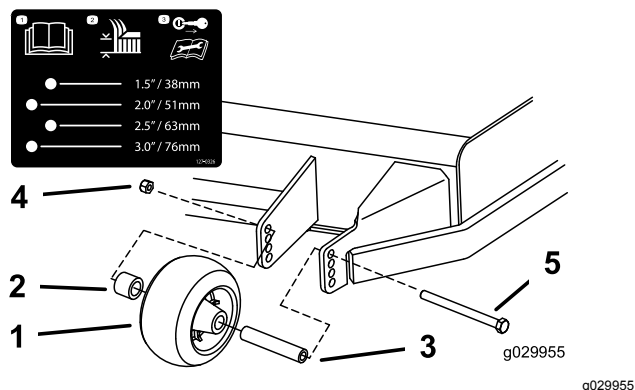
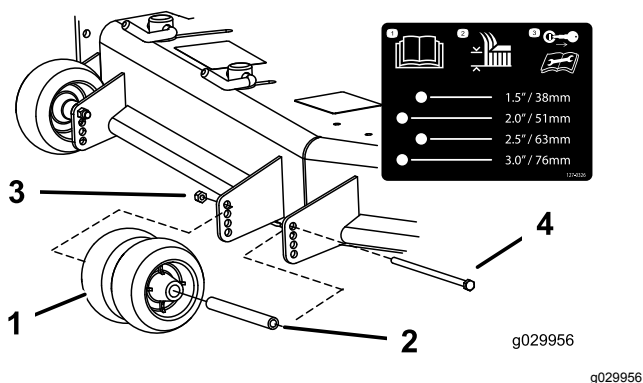
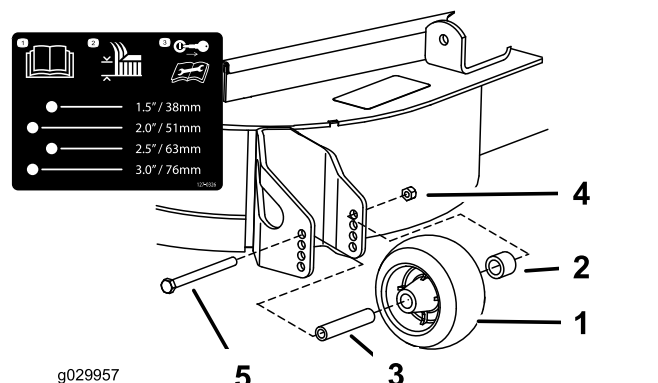

Figura 32
Figura 33
Figura 34
- Ajuste los rodillos protectores del césped, tal y como se muestra en la Figura 32, la Figura 33 y la Figura 34.